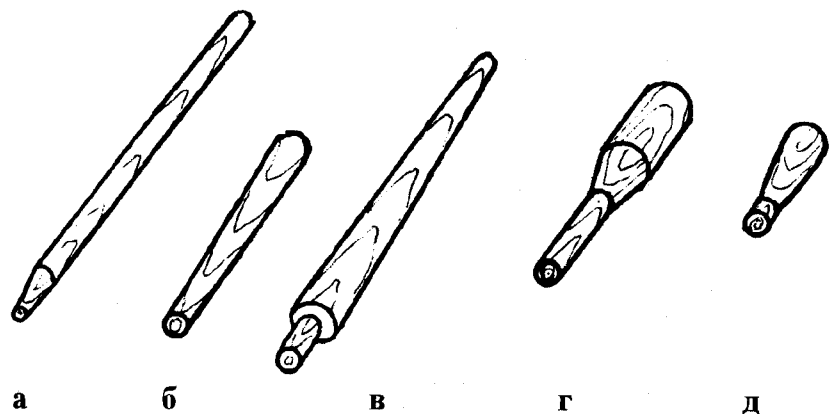

Рис. 11. Детали цилиндрической и конической формы:
Цилиндрическую или *коническую* форму имеют черенки для лопат, ручки для киянок, совков и напильников, круглые ножки столов и стульев и другие изделия (рис. 11).
1. Внимательно рассмотрите детали призматической и круглой формы, изображенные на рис. 11, и выполните их чертежи в рабочей тетради.